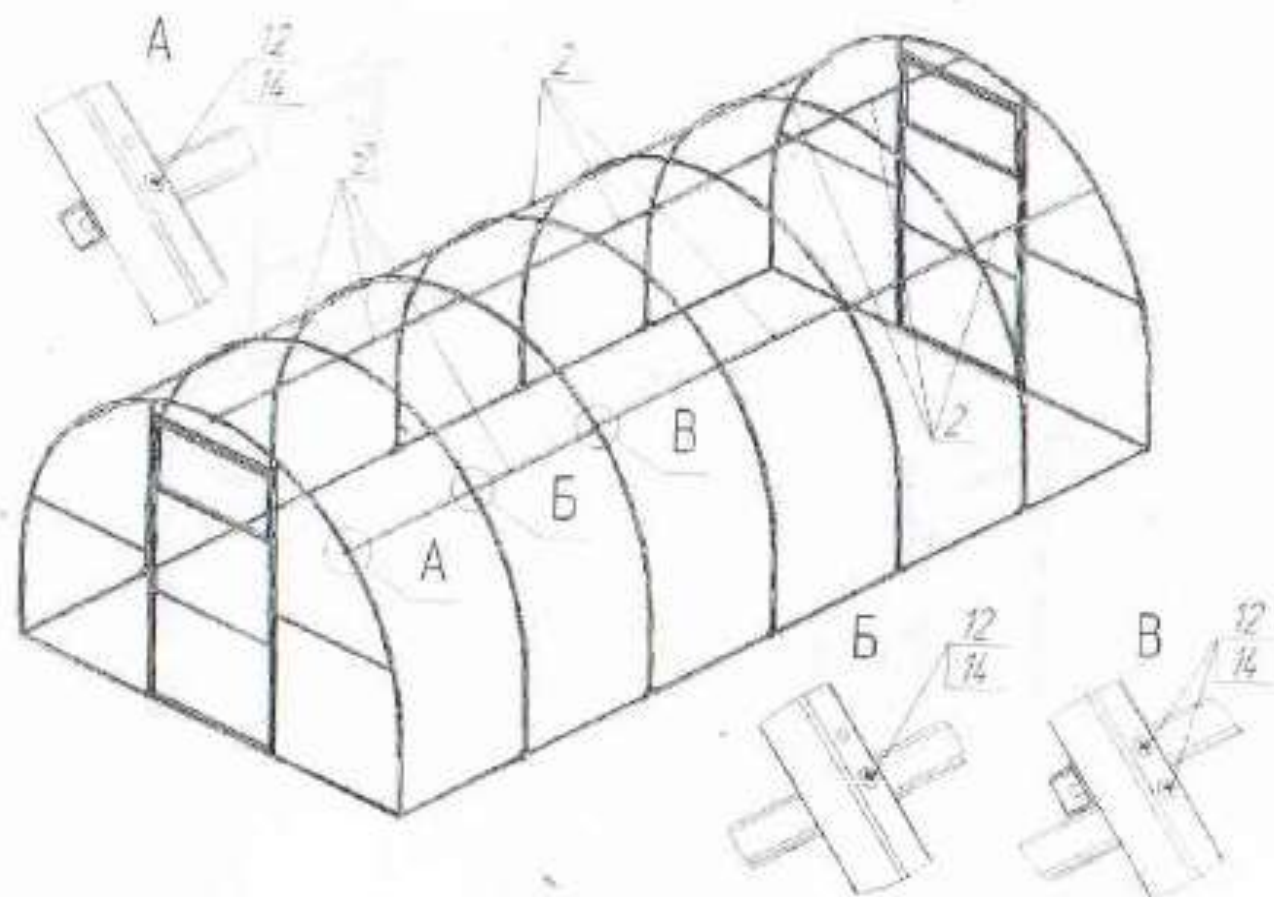

Рис. 6
6.6 Установите на каркас верхние стрингера 2 (рис. 6)